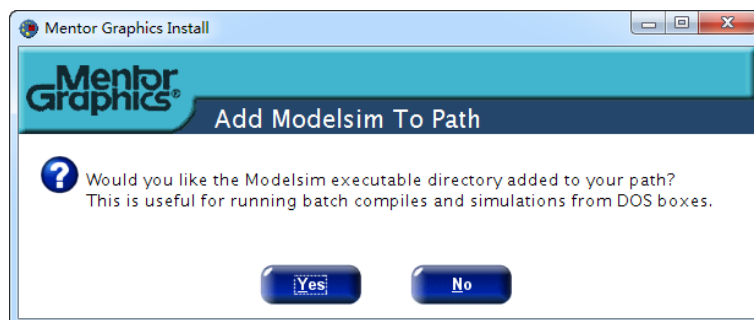

图 1-21 提示添加 ModelSim 路径
4. 再次出现是否将 Modelsim 的路径添加到你的路径，如图 1-21 所示，点击 Yes 按钮同意添加。